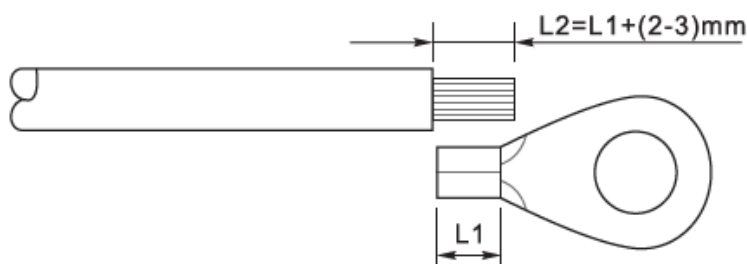

Figure 9 - Préparation du câble de terre (1)
- 1) Enlever une longueur adéquate de la couche d'isolement extérieur à l'aide d'un dénude-câbles, comme illustré à la Figure 9.